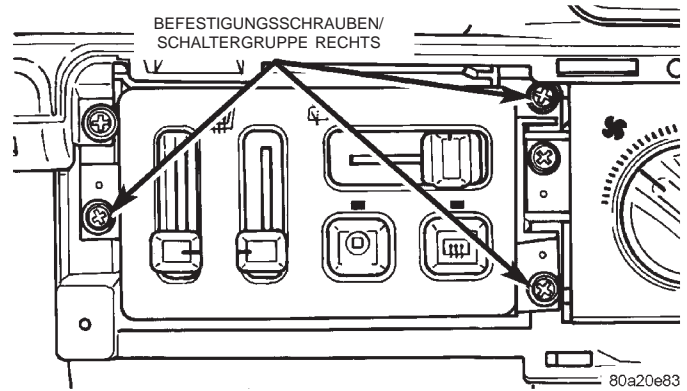

Abb. 1 Schaltergruppe rechts aus- und einbauen
(1) Batterie-Minuskabel abklemmen und elektrisch isolieren.
(2) Mit einem Hartkunststoffstab oder einem ähnlichen geeigneten Werkzeug mit breiter, flacher Klinge die Kanten der Blende der rechten Schaltergruppe vorsichtig abhebeln, um die Schnappverschlüsse zu öffnen. Blende von der Instrumententafel abnehmen.
(3) Die drei Schrauben lösen, mit denen die rechte Schaltergruppe an der Instrumententafel befestigt ist (Abb. 1).
(4) Die rechte Schaltergruppe soweit aus der Instrumententafel herausziehen, daß die Kabelsatzsteckverbinder zugänglich sind und abgezogen werden können.
(5) Rechte Schaltergruppe von der Instrumententafel abnehmen.
(6) Der Einbau erfolgt in umgekehrter Reihenfolge wie der Ausbau. Die Befestigungsschrauben des Schalters mit 2,2 N·m (20 in. lbs) festziehen.